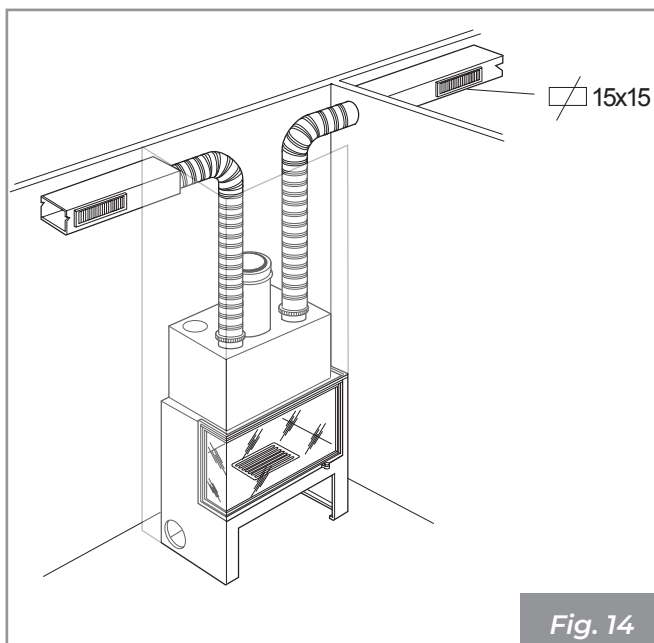

Fig. 14
- Tuyau flexible en aluminium - longueur jusqu'à 6 m sur une seule conduite (**Fig. 14**) ;
- Tuyau lisse métallique - longueur jusqu'à 10 m sur une seule conduite (**Fig. 14**) ;